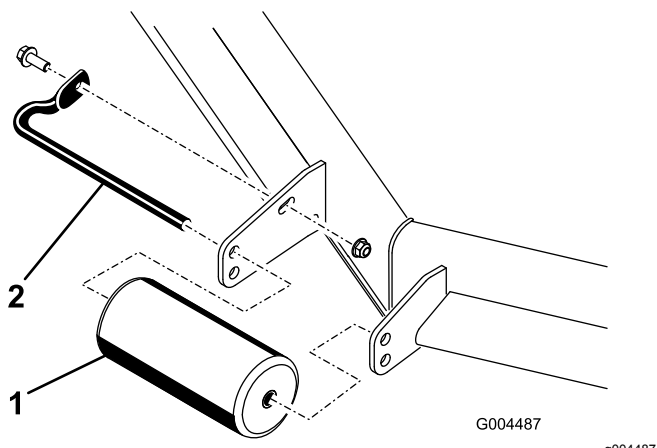

図 14
1. ローラのシャフトをデッキのブラケットに固定しているネジとボルトを取り外す 図 14。